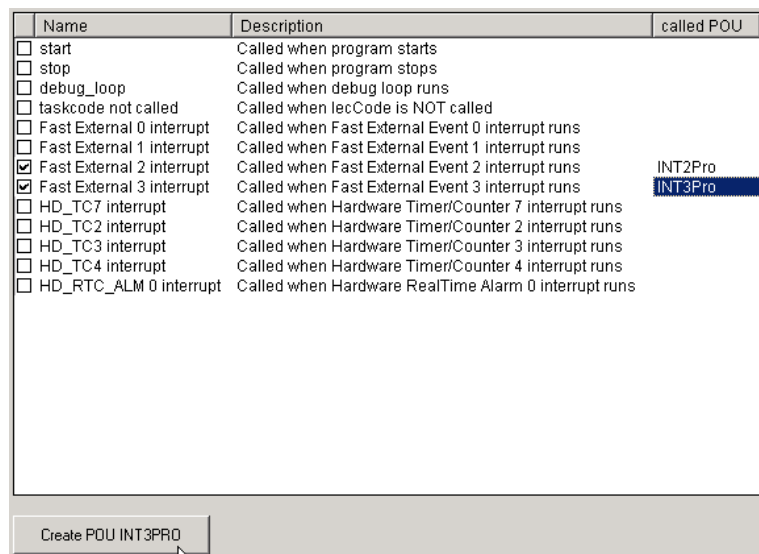

图 B-4-3
(4) 在 Fast Extennal 2 interrupt 和 Fast Extennal 3 interrupt 后面分别创建一个子程序 INT2Pro、INT3Pro，分别点击 Create POU，则 2 个中断程序被创建成功，如图 B-4-3。